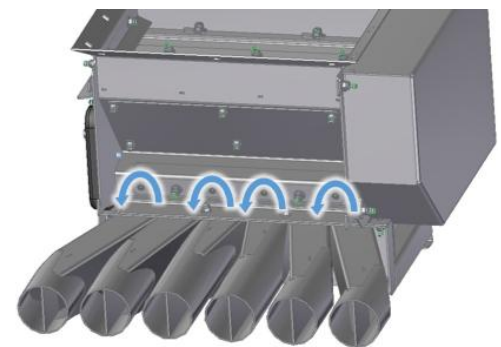

Figura 40
- Para acercar la escobilla al eje de siembra se deben aflojar estos 4 tornillos en sentido antihorario. Al girar a la izquierda, la escobilla empuja en dirección al eje de siembra y así desprende mejor las semillas más finas (véase Figura 40).